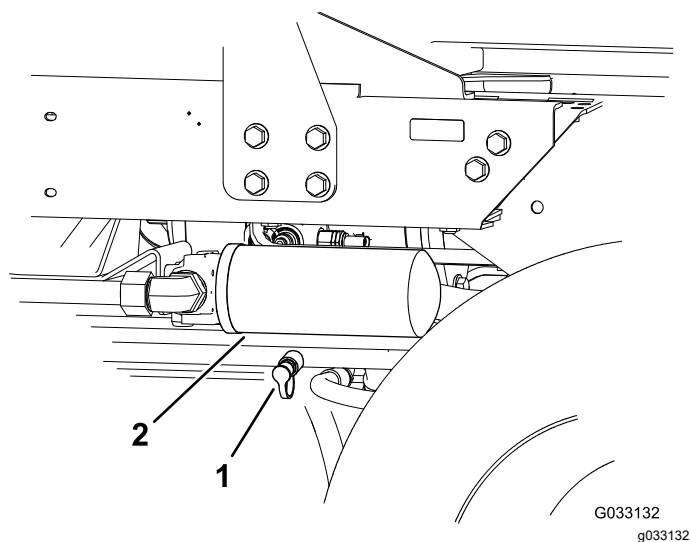

图 43
2. 在安装在后牵引歧管中的诊断接头与后牵引压力测试端口之间连接一根液压软管 图 43。